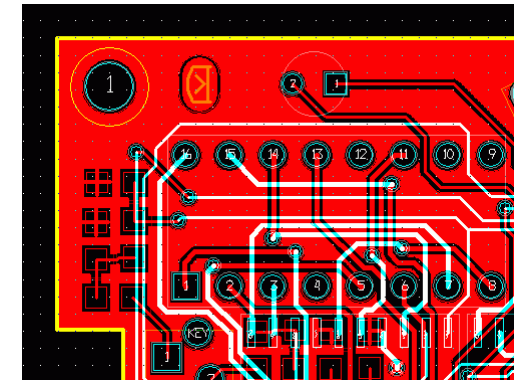

рис. 4-9
**Use Hollow Pads.** Выводы всех компонентов, а также vias выводятся на экран в виде контуров (рис. 4-9). Это даёт возможность видеть дорожки непосредственно в точке подсоединения к rad-у.